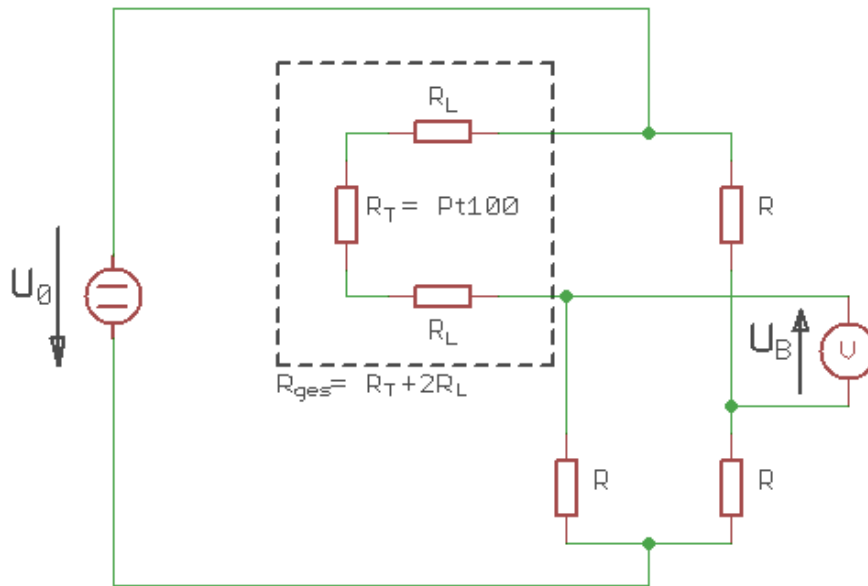

Abbildung 2: : Wheatstonesche Brücke mit Zweileitertechnik
Wird als Thermometerwiderstand ein Pt 100 verwendet, wird die Wheatstonesche Messbrücke nach Abbildung 2 um drei 100Ω -Widerstände ergänzt. Die Brückenspannung wird mit einem hochohmigen Digitalvoltmeter (DVM) gemessen.
Wie in Abbildung 2 eingezeichnet ist, müssen beim eigentlichen Widerstandsthermometer R_T auch die beiden Leitungswiderstände berücksichtigt werden. Sie können den Messwert gerade bei langen Leitungen zum Teil erheblich verfälschen. Jede Änderung des Leitungswiderstandes R_L ruft dieselbe Wirkung hervor, wie eine gleichgroße Änderung des Thermometerwiderstandes.
Eingesetzt wird der Pt 100-Simulator als Pt 100-Widerstand in den vier Messschaltungen nach Abbildung 2 und 3. Es soll der Einfluss von Leitungswiderständen auf die Bestimmung der Temperatur ermittelt werden.
- 1) Messen Sie die Spannung in der Wheatstoneschen Messbrücke in Zweileitertechnik mit Spannungsspeisung $U_0=2V$ (Abbildung 2).